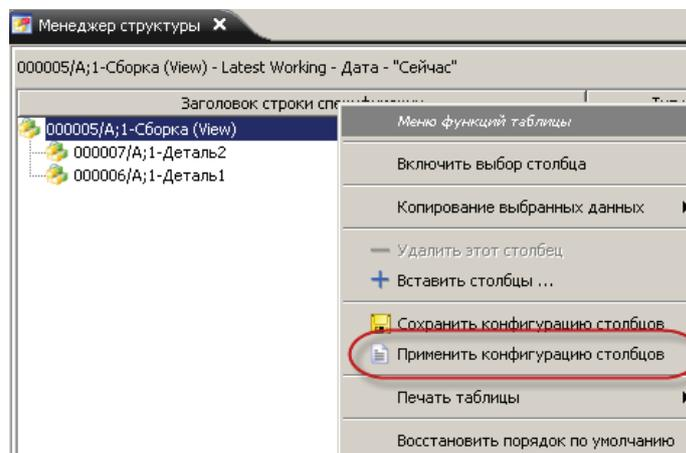

Рисунок 12.12
- подвести курсор к заголовку таблицы и по правой кнопке мыши в контекстном меню выбрать команду **Применить конфигурацию столбцов** (рис. 12.12);